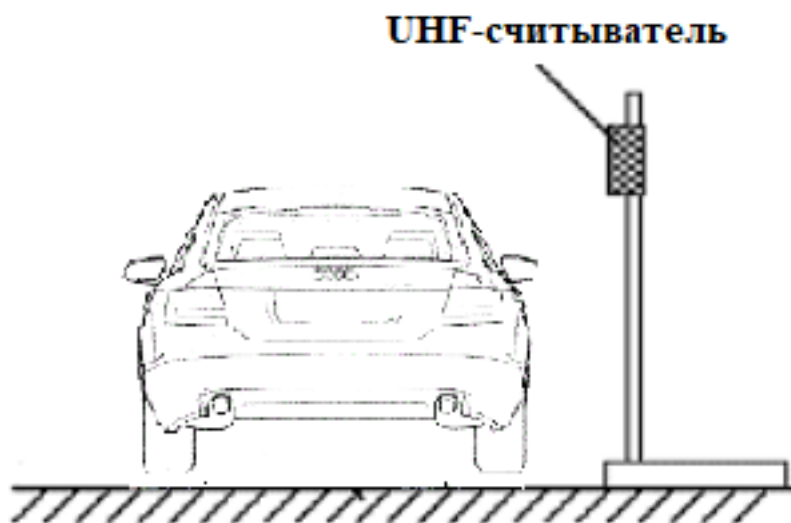

Рисунок 2.
1. Расстояние считывания 5-8 м. (рисунок 2)